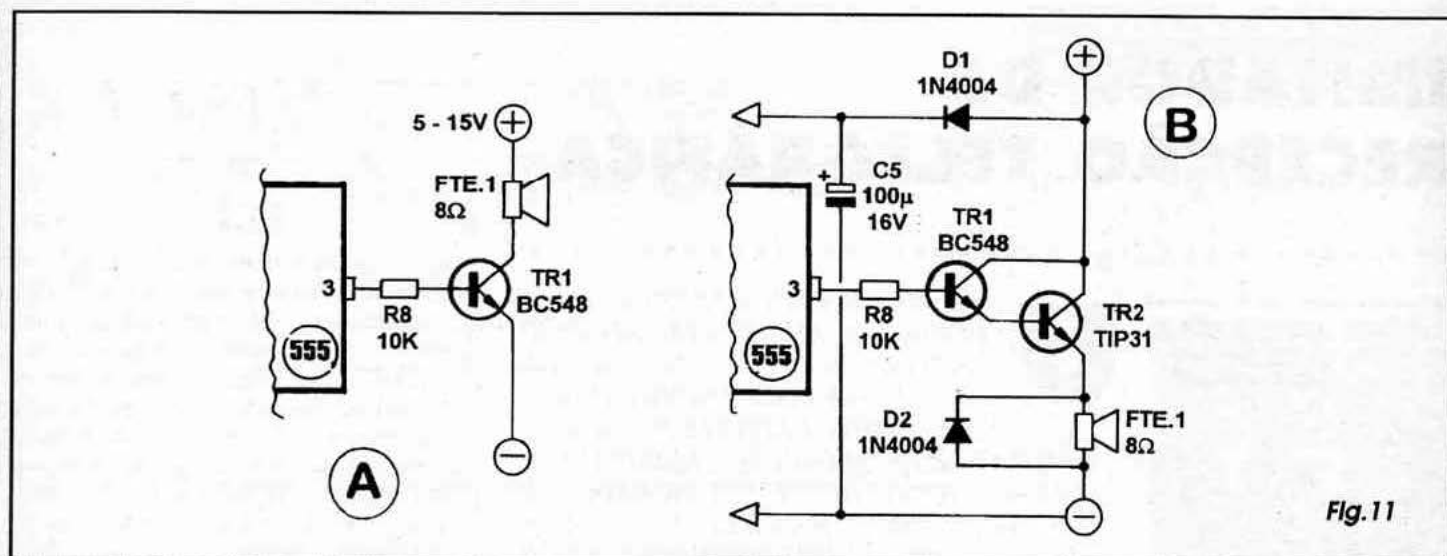

Fig. 11
- FIG. 11 - Quando for desejada uma saída mais *brava* (em volume ou potência sonora) no oscilador centrado num 555, é possível obter tal reforço com um mínimo de componentes externos, arranjados de forma a compor um amplificador para os níveis normalmente obtidos no pino 3 do integrado (saída). Embora o nível de tensão do sinal presente na saída do 555 seja